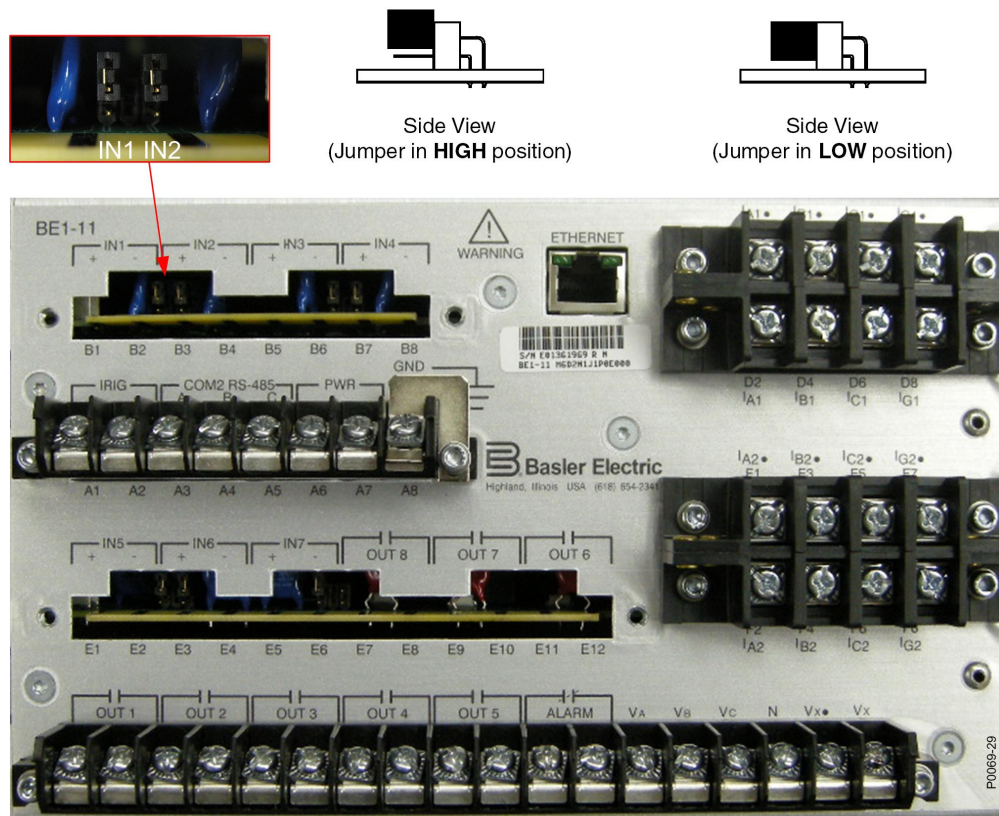

Figure 4-1. Positionnement des cavaliers d'entrées de mesure de contact (Boîtier de type J, option E/S standard)
3. En utilisant les désignations d'entrées sur le panneau arrière comme guide, localisez le cavalier du bloc de bornes approprié qui est monté sur le circuit imprimé. Chaque bloc de jonction dispose de deux sets de broches. Lorsque les cavaliers sont installés d'usine, l'une de ces broches doit être visible, si vous regardez l'arrière de l'unité. Cette configuration permet aux entrées de fonctionner aux tensions les plus élevées de la plage de contrôle. La Figure 4-1 illustre le positionnement des cavaliers. Les cavaliers sont montrés en position HAUTE.